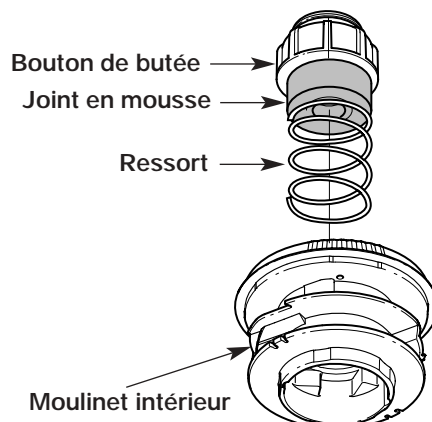

Fig. 42
1. Retirez le bouton de butée, le ressort et le joint en mousse en tournant le bouton de butée à gauche (Fig. 42).
2. Tirez le bouton de butée, le ressort et le joint en mousse (Fig. 42).
7. Placez le bouton de butée, le ressort et le joint en mousse dans la bobine extérieure (Fig. 42).